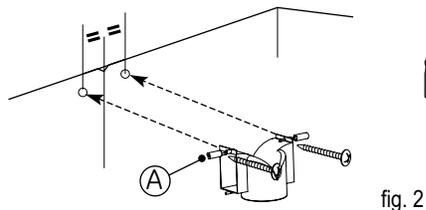

fig. 2
- Coloque o deflector plástico de fumos contra a parede, encoste-o ao tecto e fixe-o com os dois parafusos (fig. 2). Não se esquecer de centrar o deflector em relação ao traço vertical feito na parede (fig. 2).
- Para os modelos > 700 mm, adicionar as 2 barras espaçadoras fornecidas na bolsa (A/fig 2).